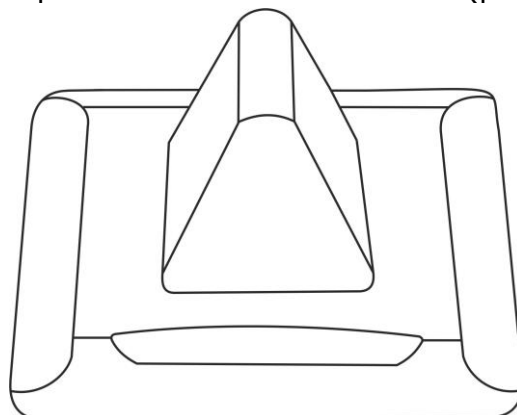

Рисунок 5.27. Радиоконтроллер со встроенной лампой МР-211W2
1. Радиоконтроллер со встроенной лампой МР-211W2 (рис.5.27).